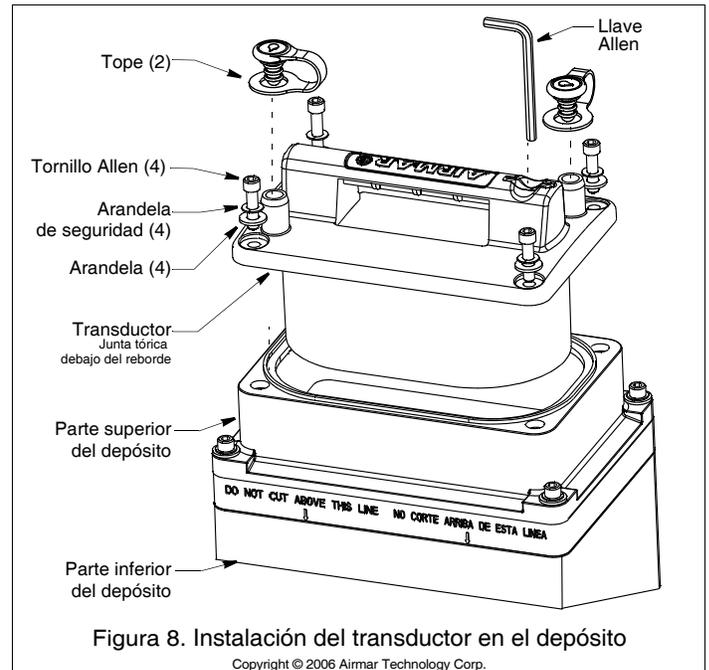

Figura 8. Instalación del transductor en el depósito
5. Si el depósito se está instalando en dos partes, vuelva a unir las ahora (Figura 8). Verifique que la junta tórica esté colocada alrededor del reborde y lubricada. Atornille juntas las dos partes con los tornillos Allen, las arandelas de seguridad y las arandelas que se incluyen. Utilizar llave Allen para apretar el tornillo Allen con una fuerza que no sobrepase 50 in-lb. **No la apriete en exceso.**
4. Sujete el transductor por el asa y bájelo al depósito (Figura 8). El transductor no tiene parte delantera o posterior, se puede colocar indistintamente en uno u otro sentido.